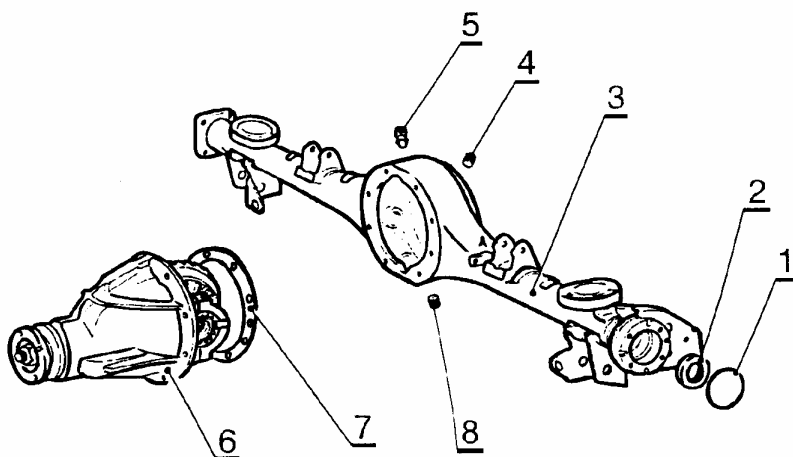

Рис.7 Узлы и детали заднего моста:
3.14 Снять тормозной щит 4, и уплотнительное кольцо 1, рис.7, извлечь сальник 2 полуоси из балки 3 заднего моста (отвертка, плоскогубцы).